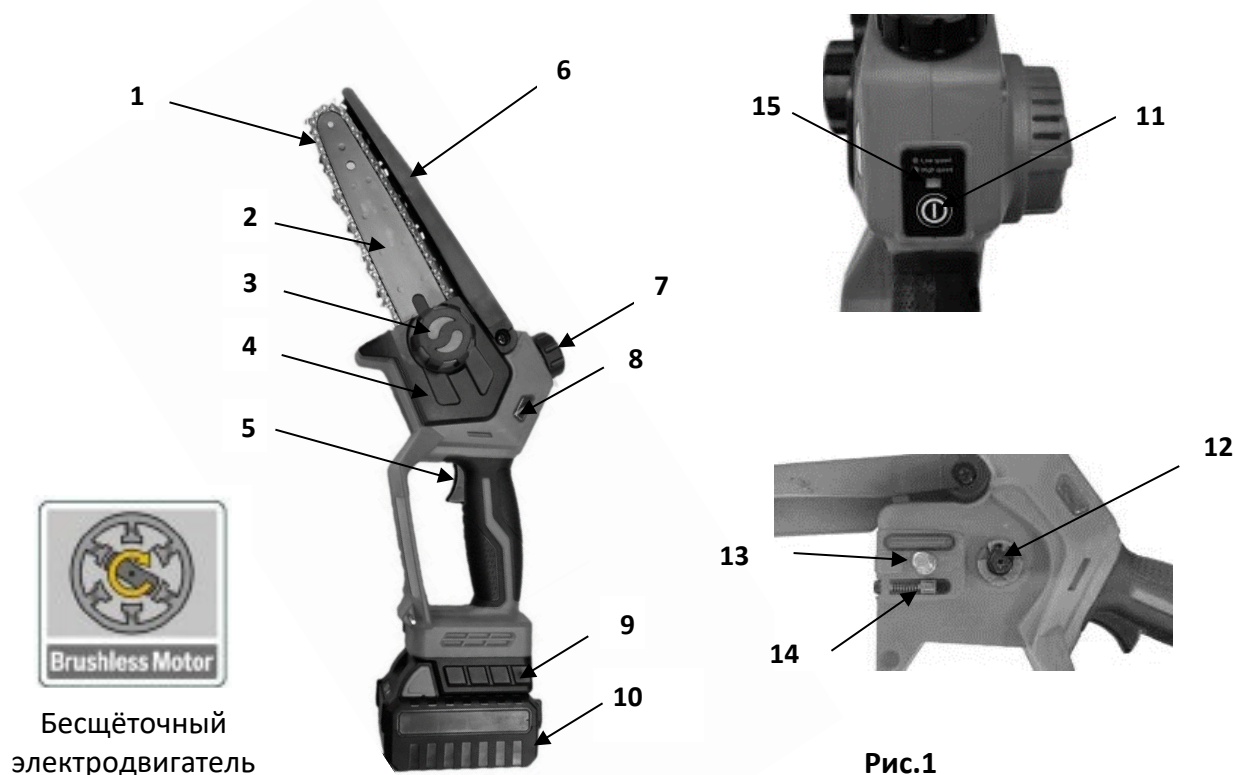

Рис.1
- Поместите цепь (1) в углубление шины (2), обратите внимание на направление движения, обозначенное символом (Рис. 1 и 3).
- Наденьте звенья цепи на звездочку (12) и наденьте шину так, чтобы один установочный штифт вошел в отверстие шины (Рис. 1 и 4)
- Установите крышку (4) и затяните гайку (3) на крышке звездочки (Рис.1, 5 и 5а).
- Снимите крышку маслозаливной горловины (7) (Рис.1 и 7).
- Периодически проверяйте уровень масла с помощью индикатора уровня масла (8) (Рис. 1 и 8).
- Чтобы запустить пилу, нажмите кнопку блокировки **(11)** (Рис.1) и на пусковой выключатель (5).
Когда цепная пила запущена в нормальном режиме, индикатор **(15)** (Рис.1) светится зеленым цветом, и цепная пила работает на низкой скорости. Снова нажмите кнопку регулировки скорости **(11)** (Рис.1), индикатор загорится красным, и цепная пила заработает на высокой скорости.